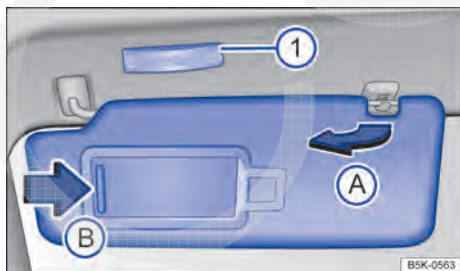

Fig. 118 No revestimento do teto dianteiro: para-sol.
- Retirar do suporte e virar na direção das portas → Fig. 118 (A).